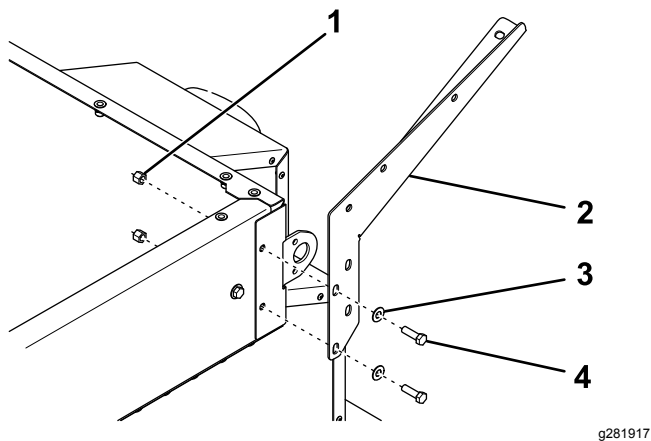

图2
3. 用 2 个螺栓、垫圈和锁紧螺母将侧板固定到料斗的各个角上图2。